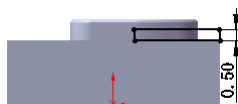

图 14.2.8 横断面草图
② 定义横断面草图。在草图环境中绘制图 14.2.8 所示的横断面草图。
③ 选择下拉菜单  **插入(I)**  **退出草图** 命令, 退出草图环境, 此时系统弹出“凸台—拉伸”对话框。
(3) 定义拉伸深度属性。
① 定义深度方向。采用系统默认的深度方向。
② 定义深度类型和深度值。在“凸台—拉伸”对话框 **方向 1** 区域的下拉列表中选择